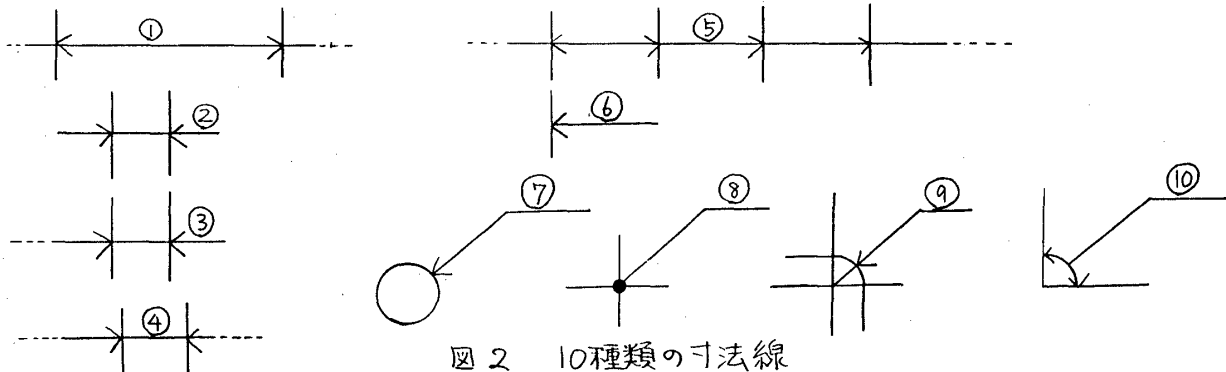

図2 10種類の寸法線
- 2. 1 寸法線・・・矢印によって構成されている図形もしくは直線により構成され引出し線の形をした図形である。寸法線が直線上に複数存在する場合は定性的に分離する。本システムでは以下に示す10種類の寸法線が認識できる(図2)。